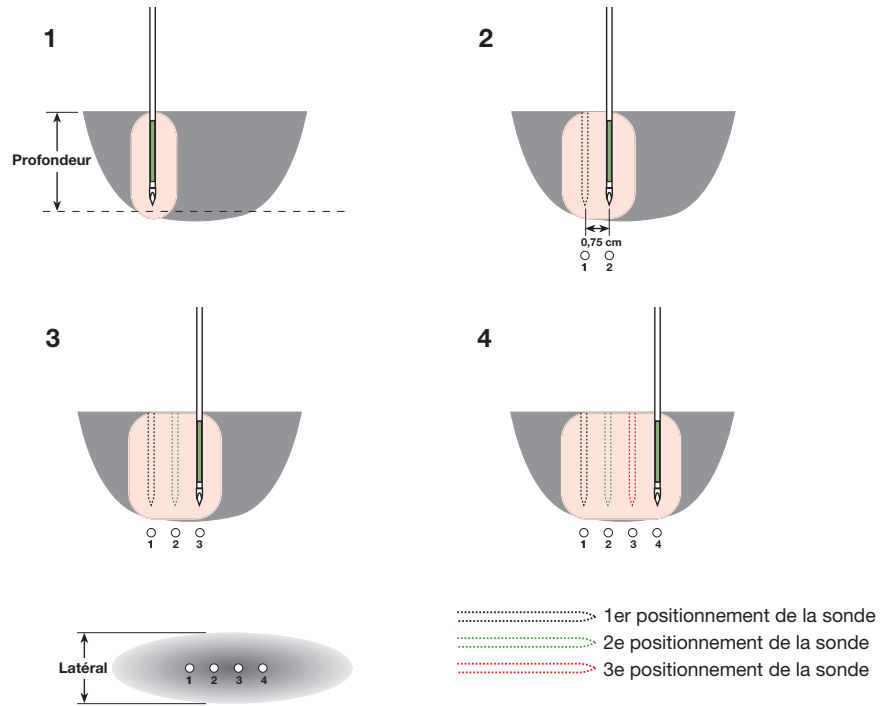

Figure 4-29 : Positionnement de la sonde pour la coagulation d'une surface plane avec une seule sonde.
3. Pour la mise en place de la sonde, consulter la Figure 4-29. Insérer la sonde dans le tissu cible.
Important : *S'assurer que la sonde est insérée au moins 1 mm au-delà de la partie verte solide de la sonde tel qu'illustré sur la Figure 4-29. En cas de profondeur inférieure, le système risque de détecter une erreur de puissance réfléchie.*